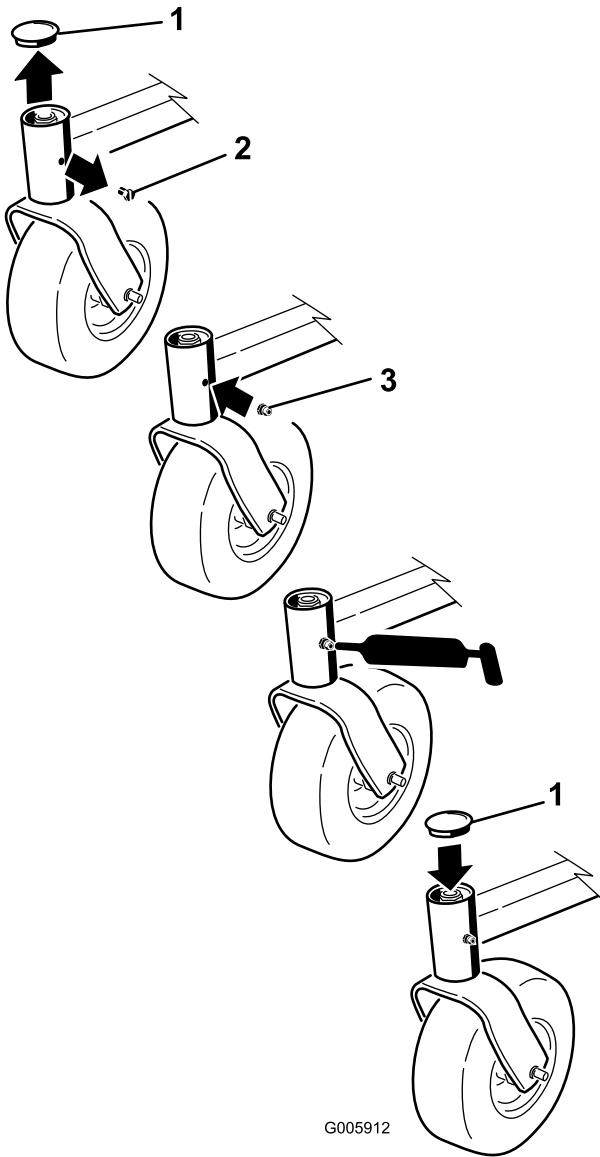

Figure 31
3. Retirez la vis et le chapeau du bâti de roue pivotante (Figure 31).
4. Posez un graisseur Zerk dans le bâti et graissez les roulements (Figure 31).
5. Déposez le graisseur Zerk et remettez la vis dans le bâti de roue pivotante (Figure 31).